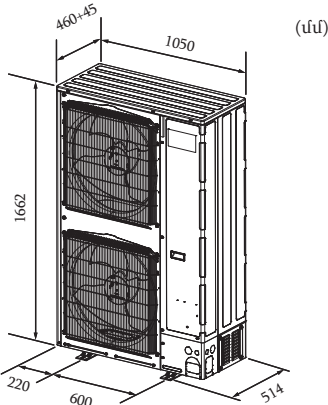

Fig. 2-1
2.2. Եզրագծային չափսեր (Արտաքին բլոկ) (Fig. 2-1)